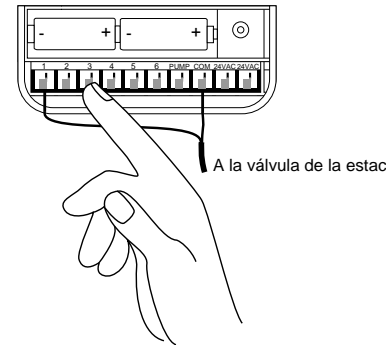

FIGURA 26: Conexión de los cables de las válvulas
- Puede resultar necesario abrir el terminal para poder introducir o retirar los hilos. Para ello, eleve la pestaña situada en la parte superior del terminal [Vea la Figura 26].
- Conecte el cable común al terminal que tiene la inscripción **COM** [Vea la Figura 26].